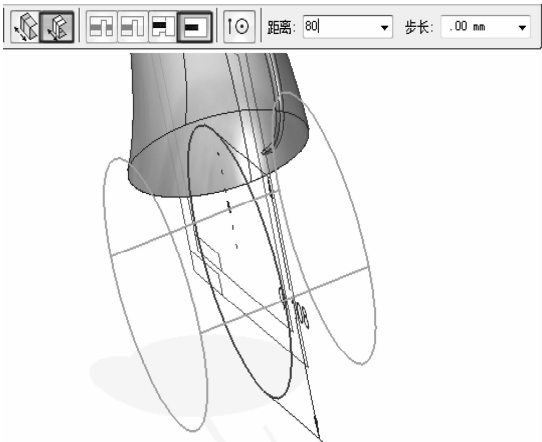

图 7-108 拉伸深度
(2) 草图绘制完成后单击  【确定】按钮，程序自动弹出拉伸范围功能菜单。选择拉伸形式为【对称拉伸】，拉伸的范围为【有限值】，输入拉伸值为【80mm】，如图 7-108 所示，按 Enter 键确认输入。